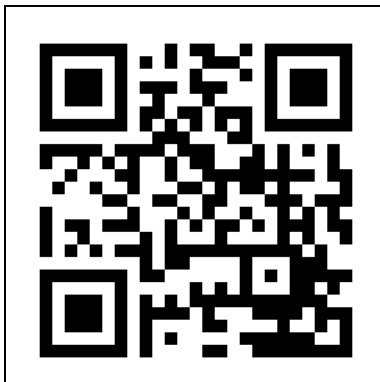

Figura 12
1. Deschideți manualul Eurom Smart App cu ajutorul codului QR (Figura 12) sau accesați www.eurom.nl/nl/manuals.